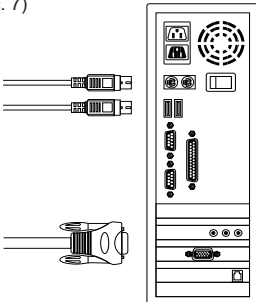

Рис. 7. Передняя панель KVM-440
- B. Подключите только коннекторы PS/2 (клавиатура/мышь) и VGA к компьютерам (Рис. 7)
На рис. 7 изображено прикрепление монтажных скоб к переключателю KVM для установки в 19-дюймовую стойку.